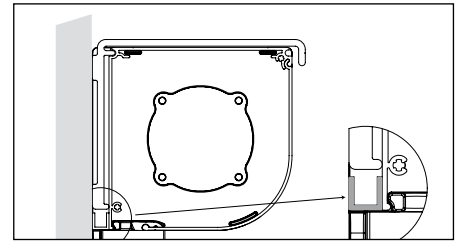

Fig. 33: U-profiel - breedte
A. U-profiel - breedte horizontaal (fig. 33)